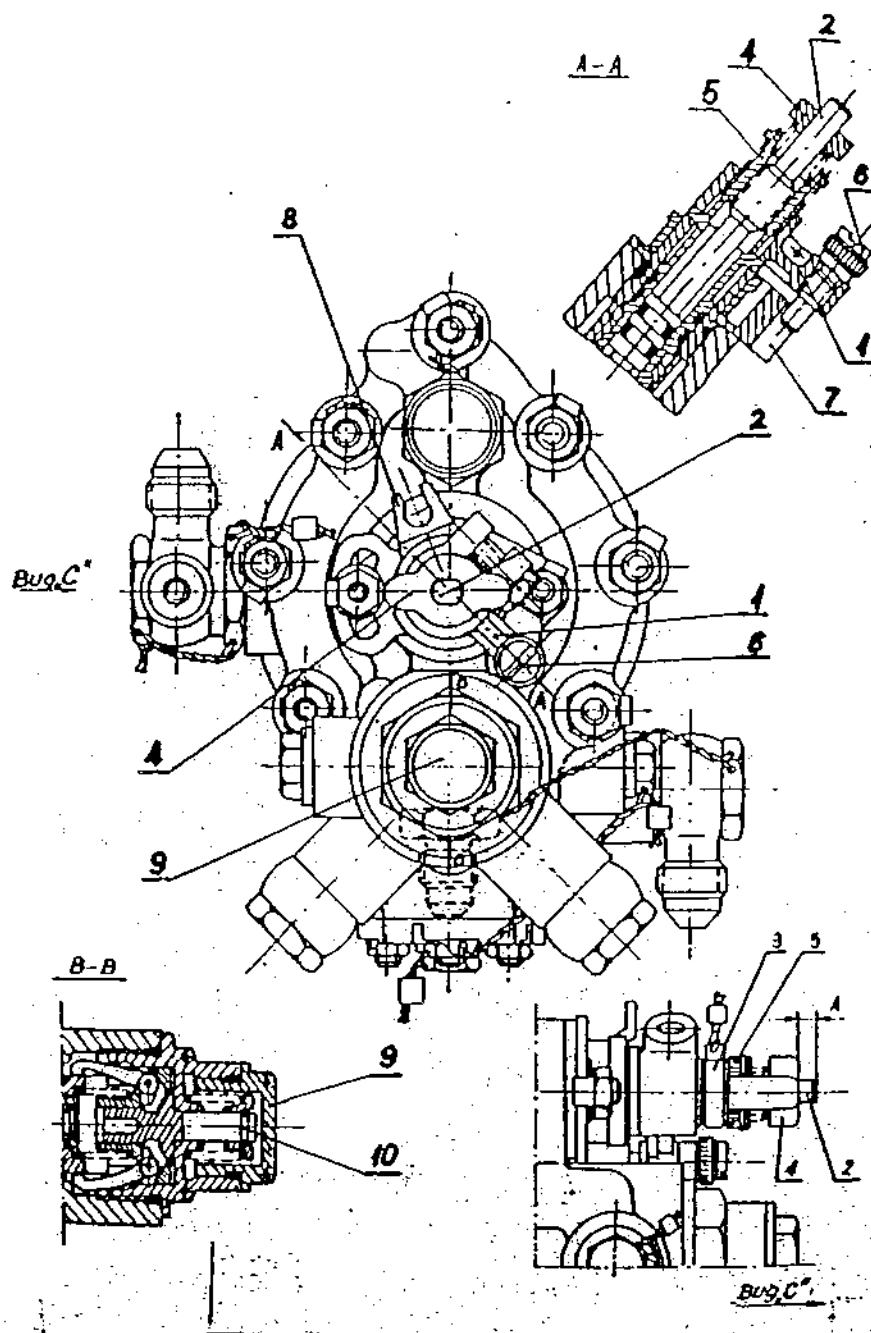

Рис. 6.22. Агрегат PO-40TA
И7.1.5. Регулировка заключается в заворачивании винта 2 (рис. 6.22.) на такую величину, чтобы обороты срабатывания автомата защиты были равны или превышали (не более чем на 2%) минимально допустимые.
И7.2.1. Переключение автомата защиты из рабочего положения в контрольное положение (рис. 6.22.):
17.2.3. Разблокировка автомата защиты (рис. 6.22.):
17.2.4. Переключение автомата защиты из контрольного положения в рабочее положение (рис. 6.22.):
17.3. Регулировка оборотов свободной турбины производится следующим образом (рис. 6.22.):